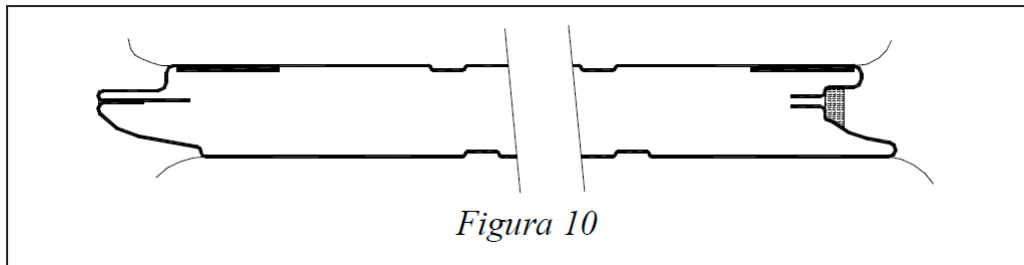

Figura 10
- Recuerde que, tras el montaje de la puerta, se ha de retirar completamente el film protector que está adherido al panel, tanto interna como externamente. Para facilitar esta retirada separar previamente el film de los extremos del panel, según se muestra en la figura 10. Proceder al montaje de la puerta y la última operación será retirar el film tirando de estas puntas.